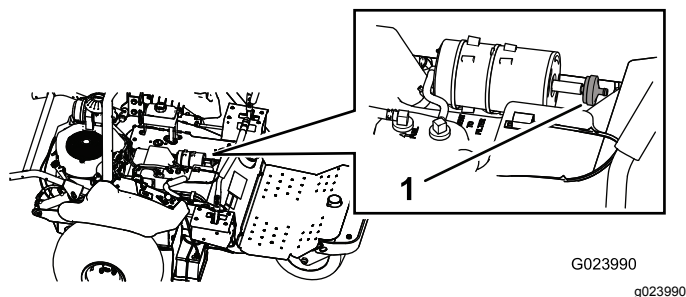

Figura 46
3. Scollegate il filtro dal canister a carboni attivi (Figura 46).